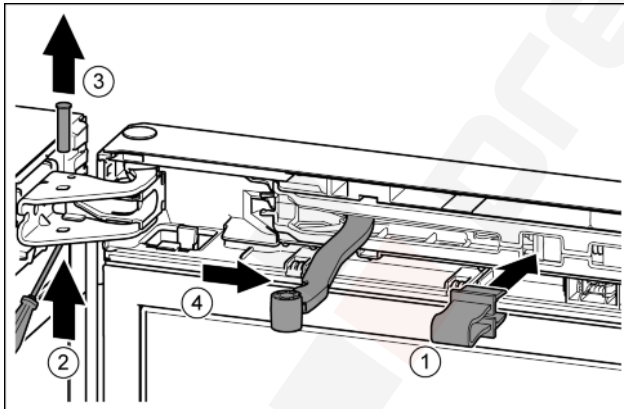

Fig. 7
- A biztosítékot pattintsa be a nyílásba. Fig. 7 (1)
- A csavarhúzóval tolja ki a csapszeget. Fig. 7 (2)
- Felfelé vegye ki a csapszeget. Fig. 7 (3)
- Forgassa az ajtó irányába a csuklót. Fig. 7 (4)